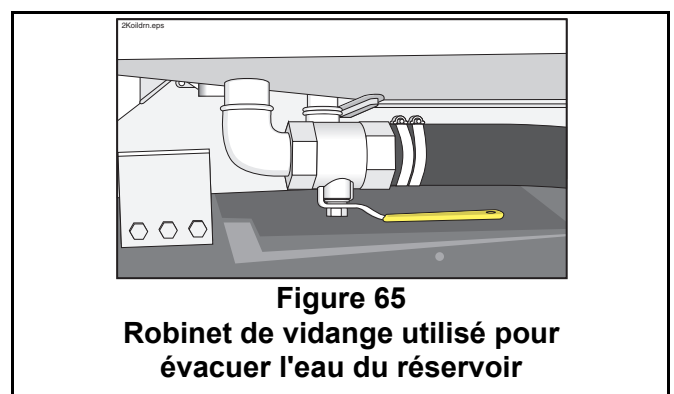

Figure 65
- Purgez l'eau à partir du fond du réservoir d'huile hydraulique, en ouvrant le robinet ou la soupape de vidange situé au fond du réservoir (Figure 65).